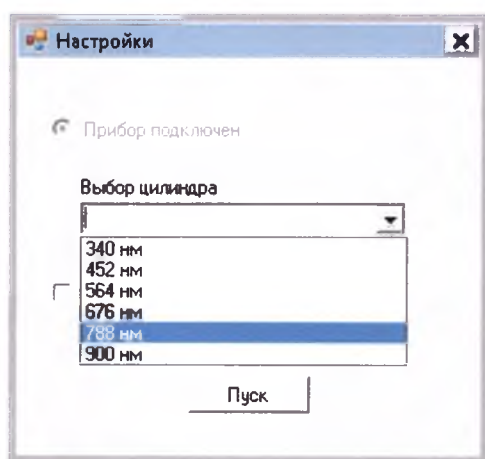

Рисунок 17
6.13.1 Для начала работы с программой необходимо ее открыть двойным нажатием на иконку. Далее в окне «Настройки» выбрать «Цилиндр» с нужной длиной волны из выпадающего списка (см. рисунок 17).